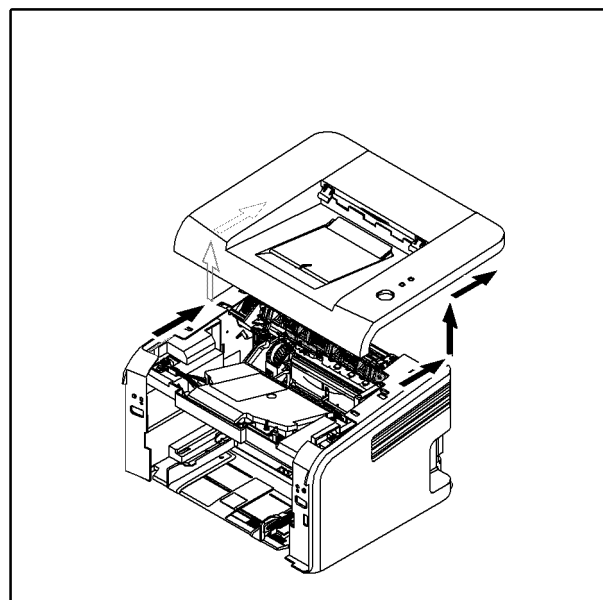

Рисунок 2
5. Аккуратно согните верхнюю крышку в направлении стрелок, и снимите крышку, рисунок 2.